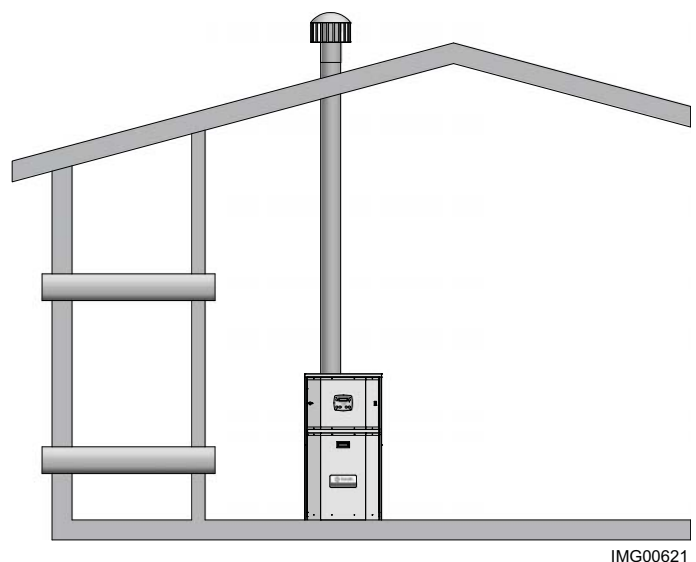

Figure 1-3_Air de combustion dans les conduits
2. Si l'air de combustion et de ventilation est tiré de l'extérieur avec une conduite pour fournir l'air à la salle d'équipement, chacune des deux ouvertures doit être dimensionnée en fonction d'une surface libre minimum de un pouce carré par 2000 Btu/hr (11 cm² par kW) d'entrée (voir FIG. 1-3).